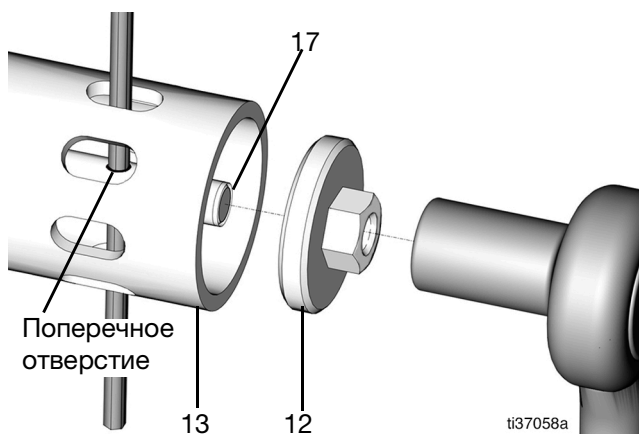

Рис. 64
22. Продавите шток насоса (27) вниз, чтобы переместить лопаточный шток (17) вниз и получить доступ к поперечному отверстию (Рис. 64).
23. Проденьте шестигранник или подобный инструмент через прорезь в лопаточной трубе (13) и через открытое поперечное отверстие, чтобы зафиксировать лопаточный шток (17) (Рис. 64).
24. Затяните плунжер лопаток (12) с помощью гаечного ключа 10 мм (момент затяжки: 4,1–5,4 Н•м, 3–4 фунт-фута) (Рис. 64).